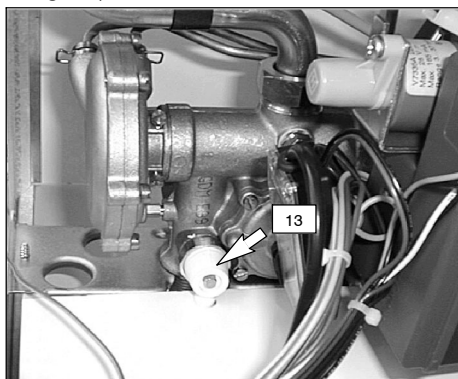
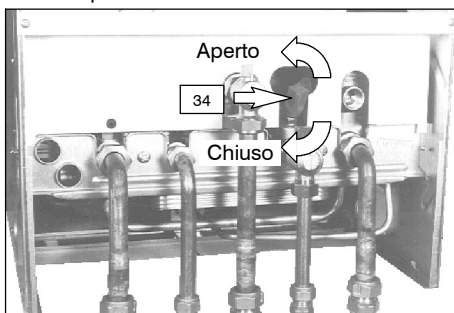
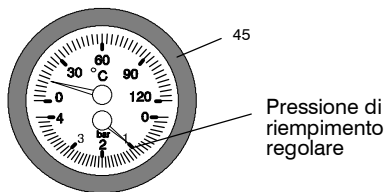

fig. 4.5
fig. 4.7
fig. 4.8
- 8 Allentare il rubinetto di sfiato manuale (13 in fig. 4.5).
- 11 Aprire lentamente il rubinetto di riempimento (34 in fig. 4.7) del circuito di riscaldamento e chiudere il rubinetto di sfiato manuale (13 in fig. 4.5) quando da quest'ultimo inizia ad uscire acqua.
- 12 Riempire il circuito di riscaldamento fino a portare l'indicazione del termomanometro (45) come in fig. 4.8 quindi chiudere il rubinetto di riempimento (34 in fig. 4.7).
- 17 Completare il riempimento fino a portare l'indicazione del termomanometro (45) come in fig. 4.8 quindi chiudere il rubinetto di riempimento.